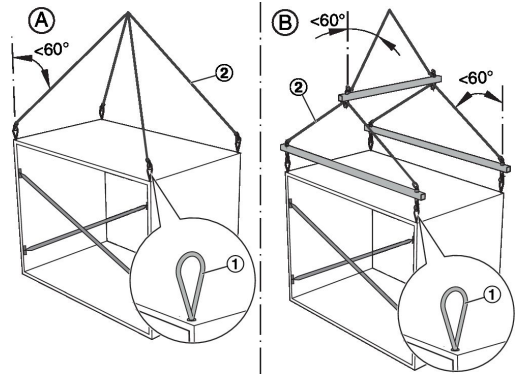

Abb. 11: Krantransport an Seilösen
2. ▶ Alle Seilösen (Abb. 11/1) vollständig in alle Gewindebohrungen einschrauben.
3. ▶ Die Anschlagmittel (Abb. 11/2) an den Seilösen einhängen.
Alle Seilösen (Abb. 11/2) in die Gewindebohrungen einschrauben.
2. ► Die Anschlagmittel (Abb. 11/1) an den Anschlagpunkten einhängen.